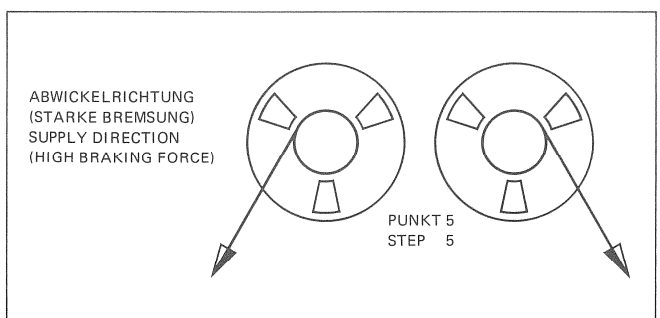

Fig.3.5
5. **Bremszug- Einstellung in Abwickel- Richtung (starke Bremsung):** -> Fig.3.5